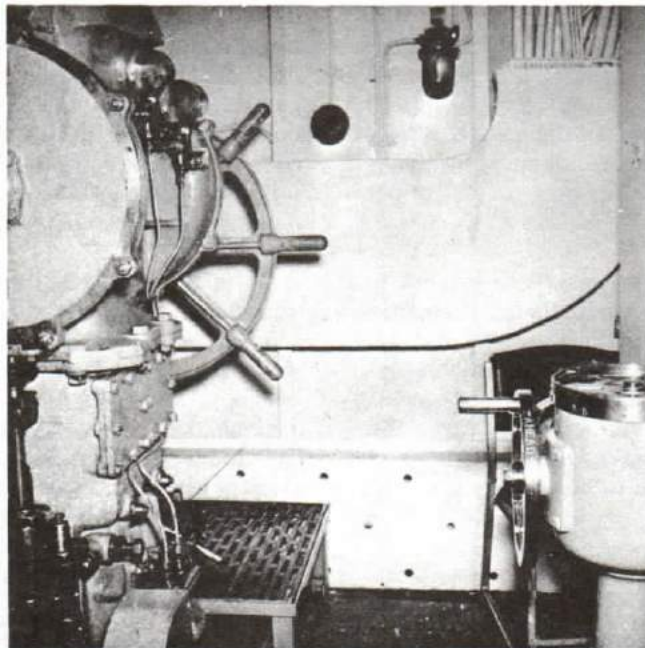

Figure 13-12
11. Engine orders are normally passed through the wheelhouse. The wheelhouse being fitted with engine speed and revolution transmitters. See Figures 13-12, 13-13, and 13-14.
11. Les ordres aux machines sont normalement transmis de la timonerie. Celle-ci est munie d’indicateurs de vitesse et de rotation des machines (voir les figures 13-12, 13-13 et 13-14).